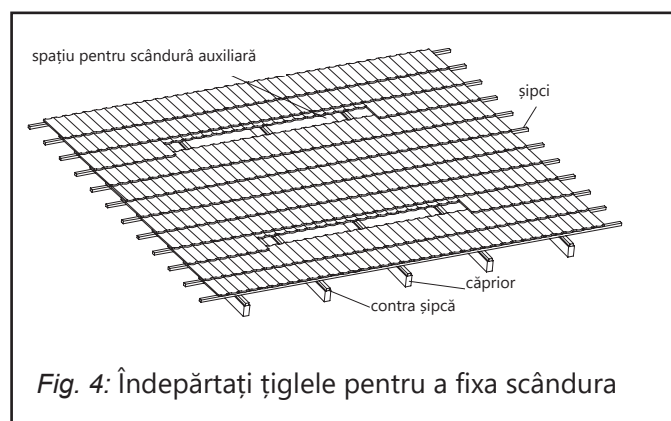

Fig. 4: Îndepărtați țiglele pentru a fixa scândura
- Îndepărtați acoperișul astfel încât scândurile auxiliare sa poate fi inserate (distanța aproximativă între scânduri 1600-1800 mm). În cazul țiglelor, e suficient să le împingeți în sus, pe lungimea scândurii auxiliare. (vezi fig. 4)